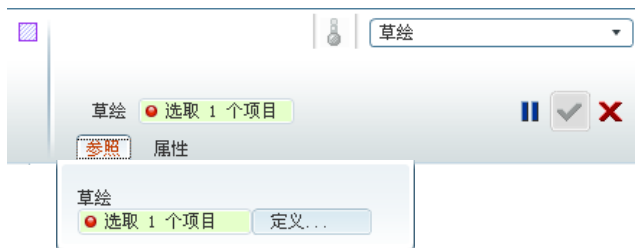

图 6.7.45 操控板
(1) 选择 **编辑(E)** → **填充(L)...** 命令，屏幕上方出现图 6.7.45 所示的操控板。